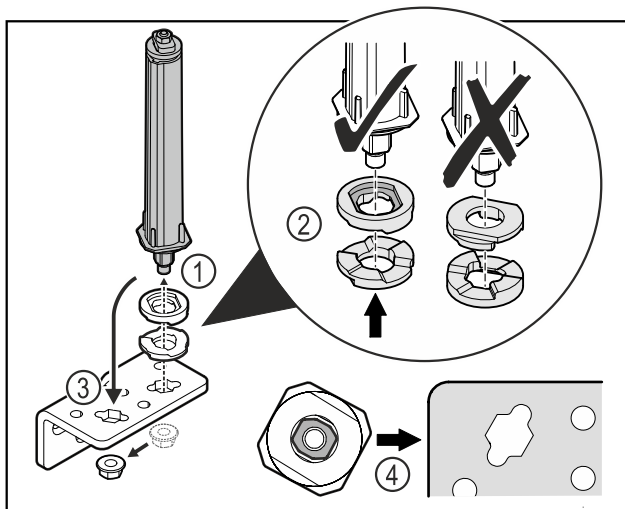

Fig. 47
- Odkręcić nakrętkę i wyjąć system blokujący drzwi Fig. 47 (1).
- Zwracać uwagę na prawidłowe ustawienie podkładek do regulacji wysokości Fig. 47 (2).
- Przetoczyć system blokujący drzwi w zawiasie i zamocować nakrętką Fig. 47 (3).
- Przy wkładaniu zwracać uwagę na prawidłowe ustawienie systemu blokującego drzwi Fig. 47 (4).